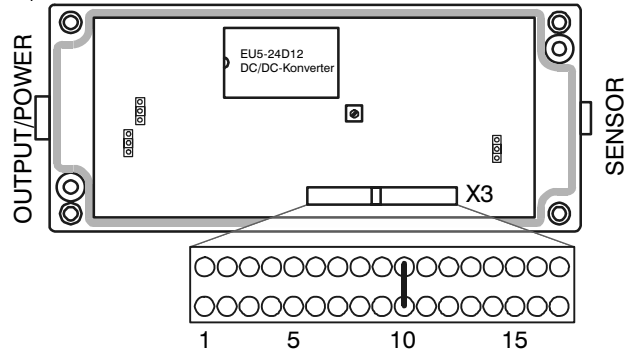

Abb. 5.6: Kodierung der Schaufelzahl
(siehe Abb. 5.6)
- **Ein Impuls pro Umdrehung**, mit ca. 100 μ sec Impulsdauer. Programmierung der Schaufelanzahl mit der entsprechenden Position der Steckbrücke (siehe Abb. 5.6). Amplitude: LOW= 0V, HIGH= 5V,